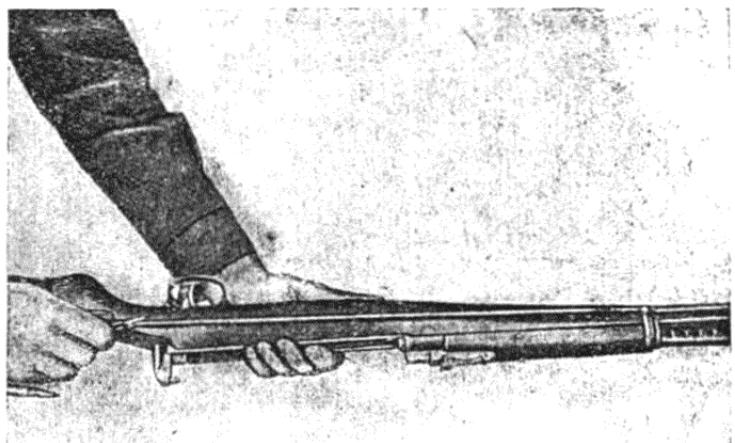

Рис. 69. Вставка шомполя в ложу.
10. Вставить шомпол (рис. 69).